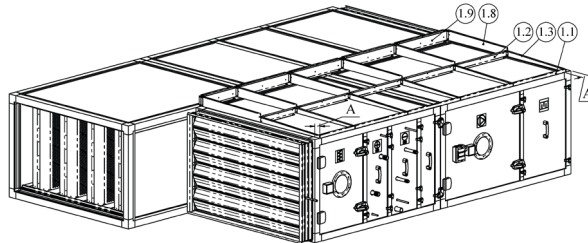

Abb.7.1
1. Verbinden Sie die Stützen 1.1, 1.2, 1.3, 1.8 und 1.9 mit selbstschneidenden Schrauben 4,8 x 19 DIN 7504K. Der gesamte Rahmen mit den Einzelteilen muss entsprechend der Länge der Einheit zentriert sein. Der Abstand A muss auf beiden Seiten gleich sein, wie in Abbildung 7.1 dargestellt.